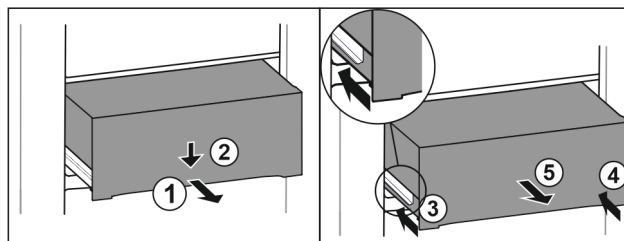

Fig. 114
- ▶ Húzza ki félig a fiókot. Fig. 114 (1)
- ▶ Nyomja le a fiók elülső oldalát. Fig. 114 (2)
- ▶ Tolja be a bal oldali sínt körülbelül 2 cm mértékben. Fig. 114 (3)
- ▶ Tolja be a jobb oldali sínt körülbelül 2 cm mértékben. Fig. 114 (4)
- ▶ Vegye ki a fiókot előrefelé. Fig. 114 (5)